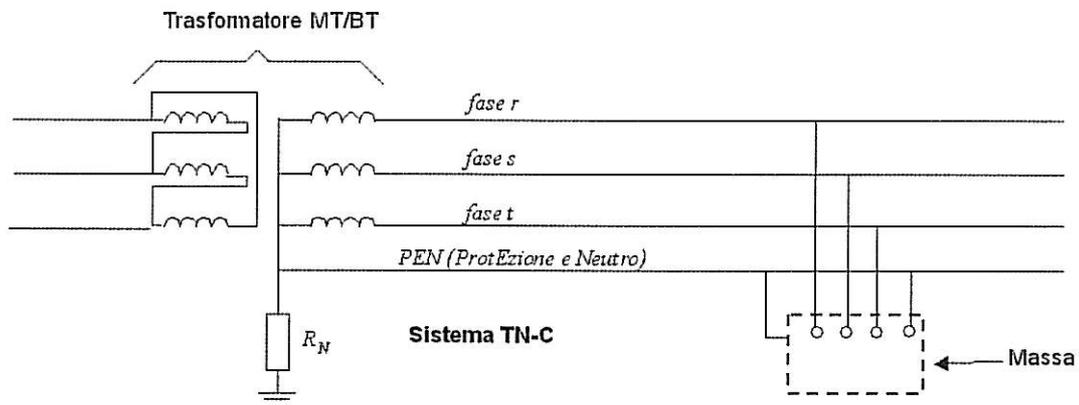

Figura 2.3: sistema TN-C [1]
**SISTEMA TN:** Anche in questo caso il centro stella è collegato a terra e poi il sistema può assumere due ulteriori configurazioni come in figura 2.3: